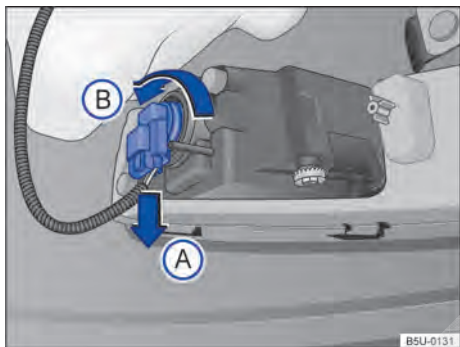

Fig. 173 Atrás do para-choque dianteiro: acesso à lâmpada incandescente do farol de neblina.
2. Desencaixar o conector de alimentação da lâmpada → Fig. 173 no sentido da seta ⓘ, pressionar, ao mesmo tempo, a trava de fixação do conector.
3. Girar o soquete da lâmpada → Fig. 173, no sentido anti-horário da seta ⓘ, e desencaixá-lo do alojamento.